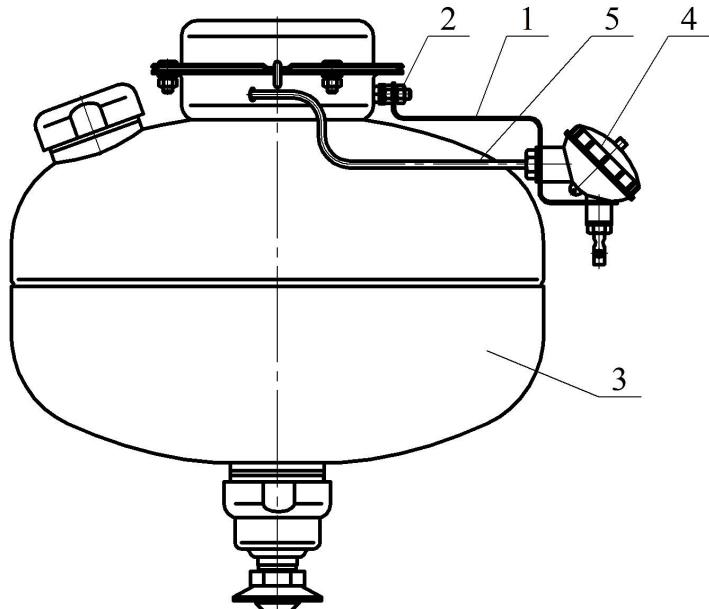
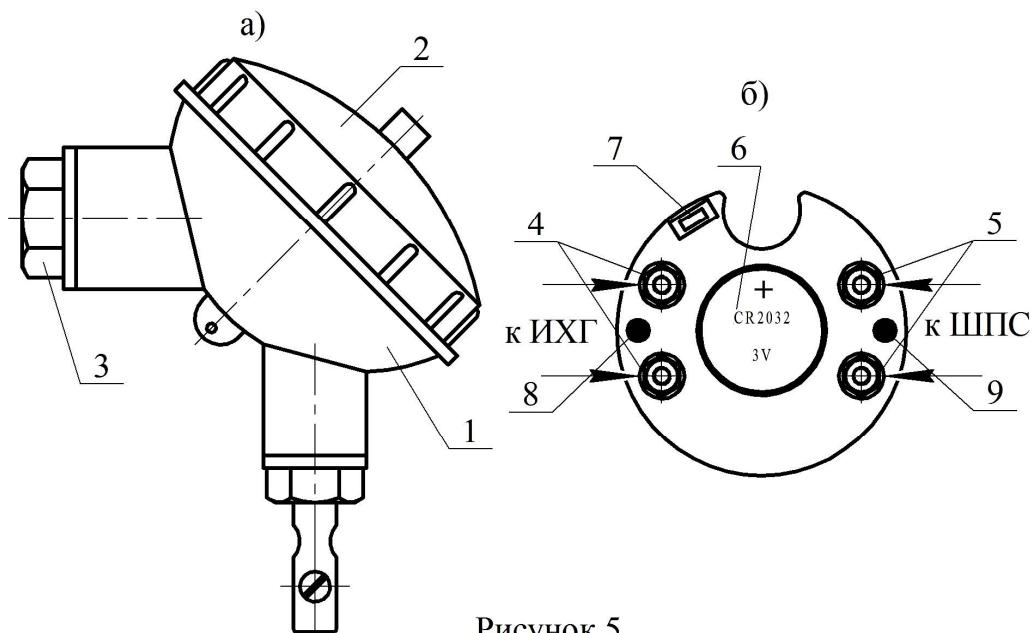

Рисунок 3
Рисунок 5
4.3.1.1 На кронштейне 1, закрепленном гайкой 2 на фланце МУПТВ 3 (см. рисунок 3), установлен электронный узел запуска 4. Вывода элемента электропускового 5 ИХГ, вставленные в трубку ПВХ, через гермоввод соединены с электронным узлом запуска 4.
6.7.2 Гайкой 2 (см. рисунок 3) закрепить на корпусе МУПТВ кронштейн 1.
6.7.3 С корпуса 1 электронного узла запуска (см. рисунок 5) открутить крышку 2 и винт 3. Через отверстия винта 3 (см. рисунок 5) и кронштейна 1 (см. рисунок 3) в гермоввод электронного узла запуска ввести провода элемента электропускового ИХГ и, при необходимости, ШПС. Винтом 3 (см. рисунок 5) закрепить на кронштейне электронный узел запуска.